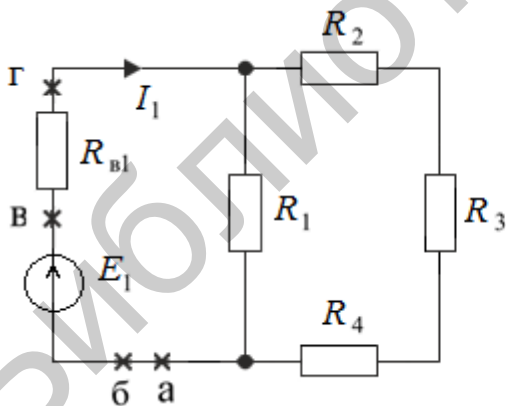

Рис. 55
4. Определить ток в ветви по формулам в соответствии с точками разрыва (рис. 55):